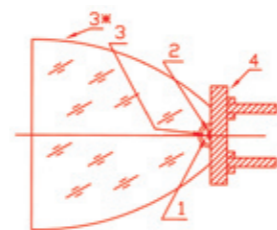

Bild 3
Im weißen Lichtspektrum und bei Spezialstrahlern (bis 300m) werden Einzeldioden mit doppelten, kombinierten Linsen (Bild 3) verwendet. Die erste Linse (3), welche den Emitter bedeckt, ist eine sphärische Linse. Die zweite Linse ist eine Parabollinse mit einem Durchmesser von 41mm und einer Höhe von 50mm. Dies ergibt eine Kombination, die es ermöglicht, alles entstehende Licht im gewünschten Winkel abzustrahlen. Diese hocheffiziente Methode der Lichtbündelung basiert auf einem vollständig internen Reflexionseffekt an der Oberfläche der Linse. Derzeit stellt diese optische Lösung mit Ihren beispiellosen Eckdaten die Speerspitze der modernen Optik dar.